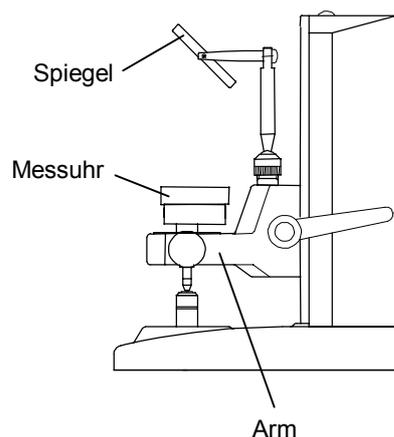

Abb. 4-6-10 Montage des Spiegels
- 1) Drehen Sie den Spiegel, wie in Abb. 4-6-10 gezeigt, in die Gewindebohrung auf der Oberseite des i-Checker-Arms ein und stellen Sie den Spiegel so ein, dass die Messwerte beim Einsatz des i-Checkers von vorne abzulesen sind.